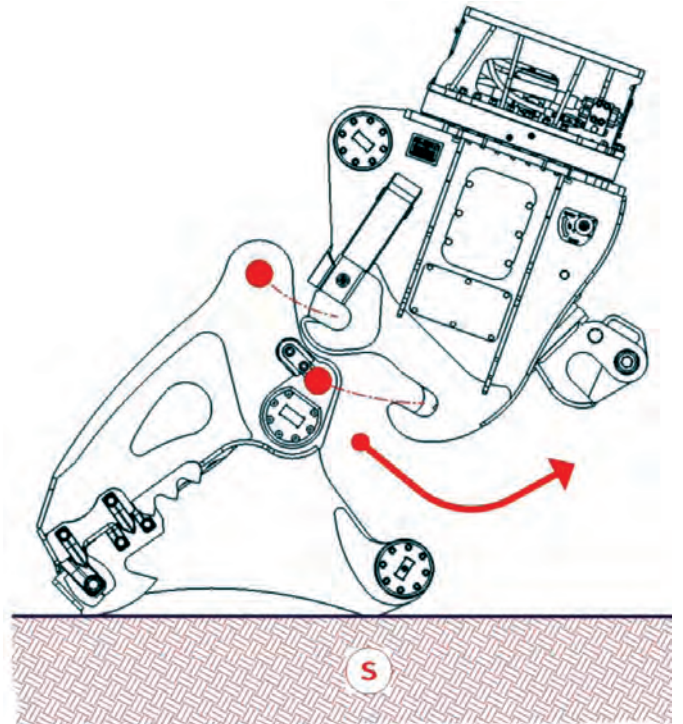

Рис. 5.2.8
i) На этом операция по снятию комплекта и операции по отсоединению завершены (Рис. 5.2.8).